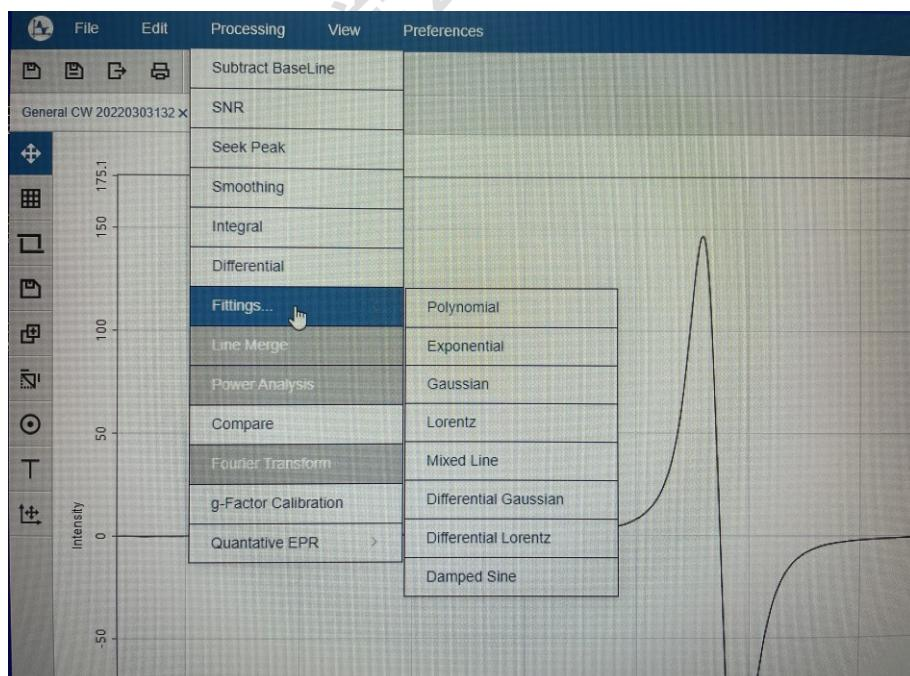

图 6-13 数据处理方式
- (1) 打开桌面上的 EPR Data Processing, 或者直接在 EPR200M 的菜单栏中打开 Processing, 需注意数据处理软件只能打开.epr 格式的数据, 因此在测试完成后需先将数据存为.epr 格式
- (2) 数据处理软件的 Processing 栏下可以选择对数据进行基线校正、积分、拟合处理等。见图 6-13。